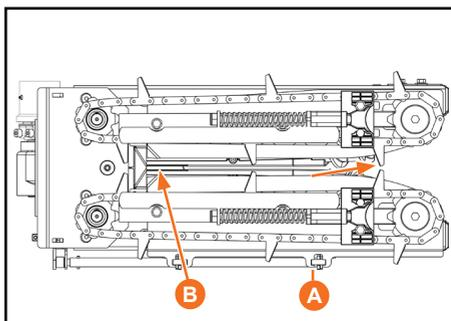

Figura 29
As chapas despigadoras saem de fábrica com a regulagem padrão de 25 mm na parte frontal, detalhe (A) e de 30 mm na parte posterior, detalhe (B). Sempre que for ajustá-las para uma medida maior ou menor, mantenha sempre a abertura frontal menor que a abertura traseira, em média 5 mm, ver detalhes na (Figura 29).